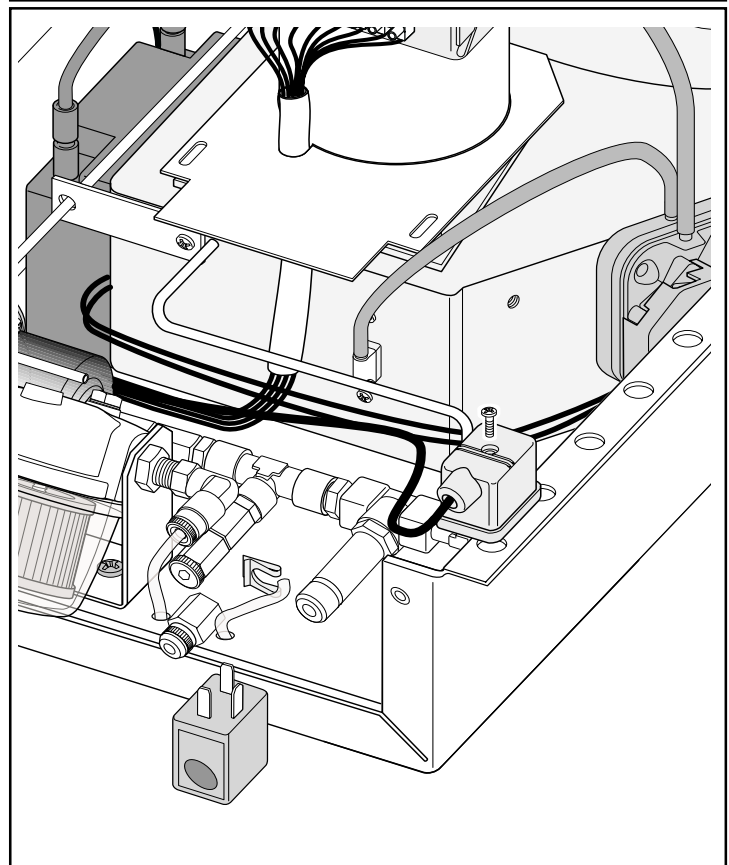

FIG. 21
- 9:1 UNPLUG THE 3 WAY SOCKET FROM THE SOLENOID (FIG. 21).